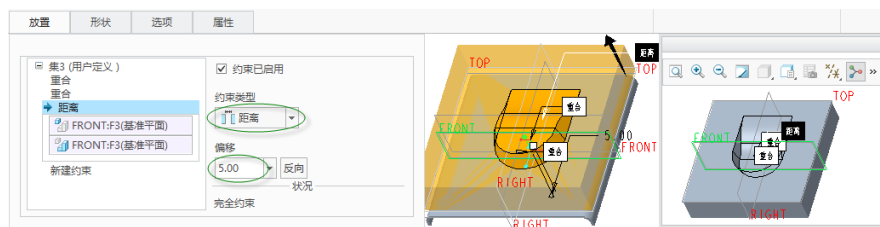

图 2-41 定义第 3 组放置约束
(7) 在功能区“凹模”选项卡的“放置”面板中再一次单击“新建约束”，接着从“约束类型”下拉列表框中选择“距离”约束类型，在凹模模型中选择 FRONT 基准平面，在钣金件中选择 FRONT 基准平面，在“偏移”文本框中输入“5”，如图 2-41 所示。